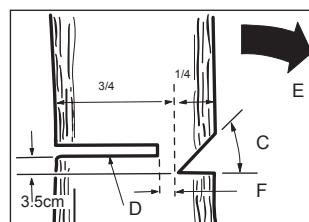

FIG. 1
Di norma l'abbattimento consiste in due tagli principali, l'intaglio (C fig.1) e il taglio vero e proprio (D fig.1), necessario per la caduta dell'albero.
- Iniziare con l'intaglio superiore (C) sul lato dell'albero che guarda la direzione di caduta (E)
- L'intaglio deve avere una profondità (F) pari a circa $\frac{1}{4}$ del diametro del tronco.
- Dopo l'intaglio, eseguire il taglio vero e proprio (D) dall'altra parte dell'albero a 3-5 cm sopra l'altezza dell'intaglio (fig 1).